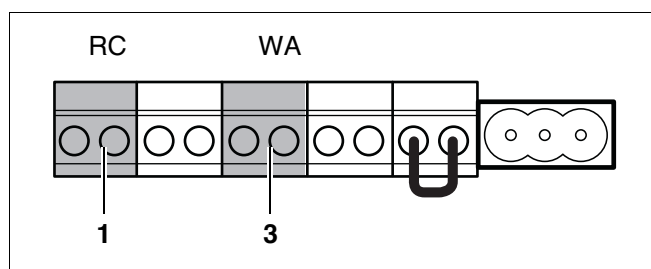

Рис. 33 Клеммы для подключения блока управления RC и беспотенциального контакта запроса тепла
- Подключать одновременно RC (рис. 33, поз. 1) и термостат к клеммам беспотенциального контакта запроса тепла недопустимо (рис. 33, поз. 3).